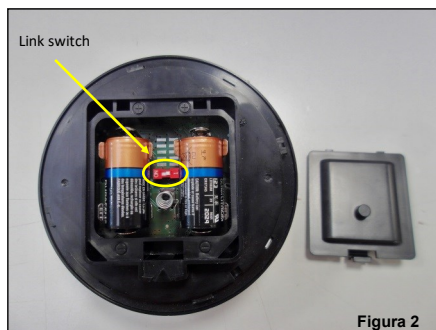

Figura 2
1) Spostare il cursore dell'interruttore di link da ON a 1 (ON=NON PROGRAMMATO, 1=PROGRAMMATO). Gli indicatori LED segnalano "Collegamento al sistema" (figura 2).